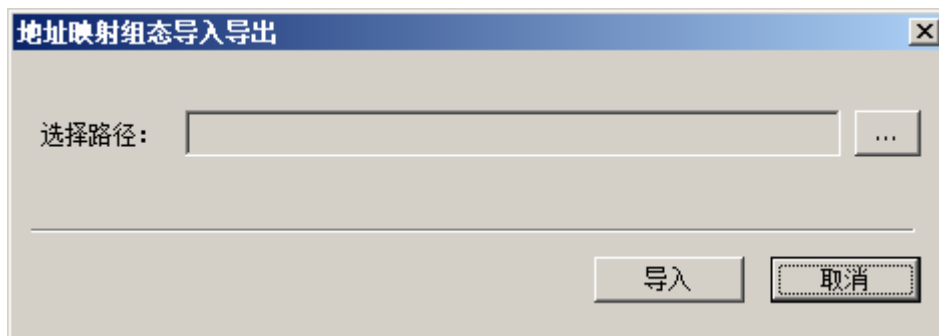

图 4-16 导入命令映射表
- 1) 选中从站，单击工具栏导入图标，打开如图 4-16所示界面。